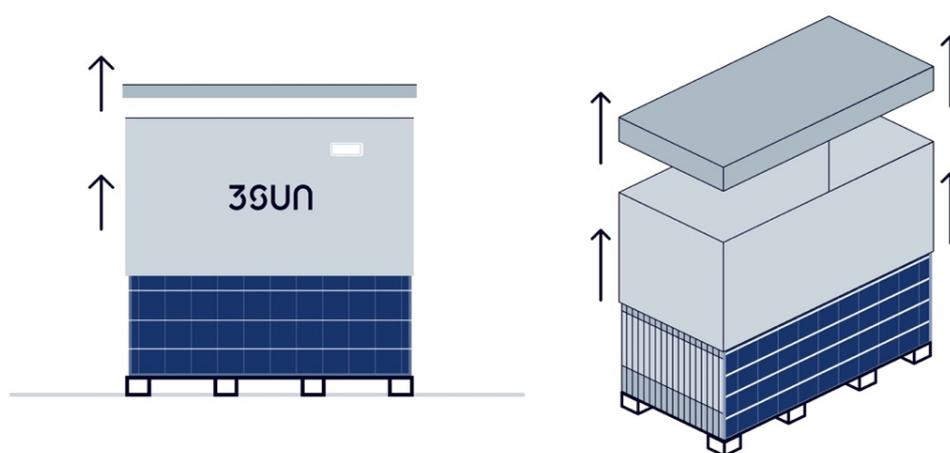

Figura 14: Rimozione del coperchio e dell'imballaggio perimetrale della scatola.
- b) Rimuovere prima il tappo di cartone della scatola e successivamente l'imballo di cartone perimetrale (Figura 14)